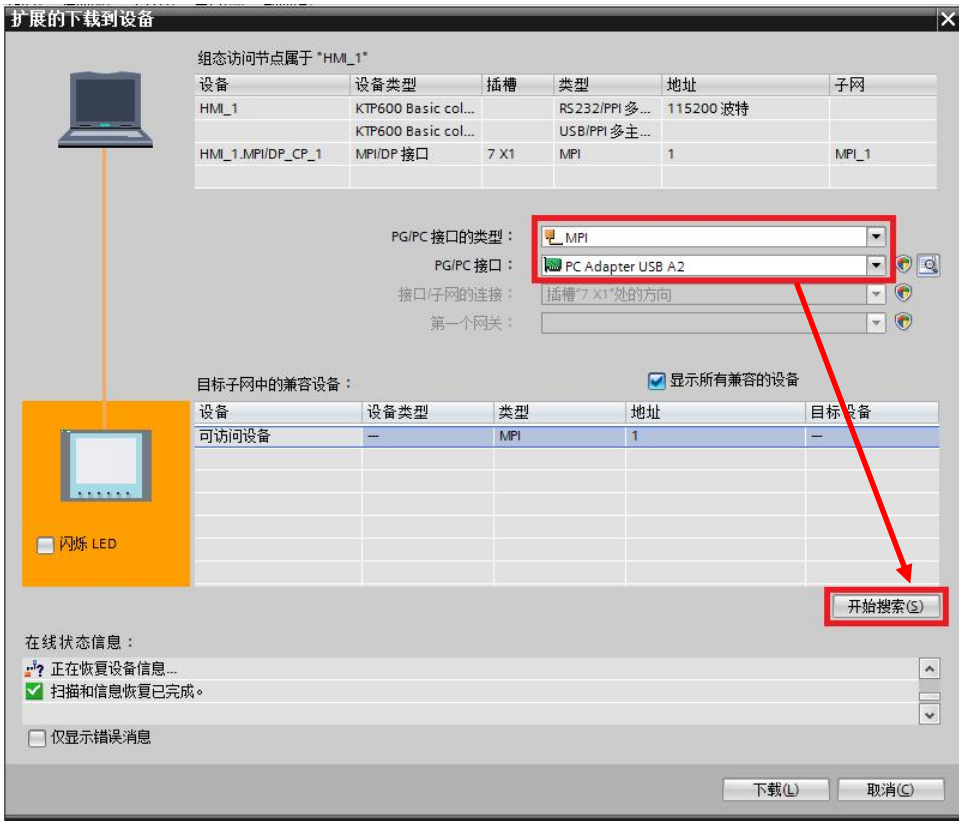

图 2-11
3. 如图 2-11，在本例中选择 PG/PC 接口的类型为“MPI”，PG/PC 接口为“PC Adapter USB A2”，选择完成后，点击开始搜索，软件将以该接口对设备进行扫描，如参数设置及硬件连接正确，将在数秒钟后扫描结束，此时“下载”按钮被使能，单击该按钮进行项目下载，下载预览窗口将会自动弹出。注意：如果 PC Adapter 未被计算机正确识别，此时在 PG/PC 接口的类型中将无法选择 MPI，此时请检查 PA Adapter 的硬件连接及驱动安装。